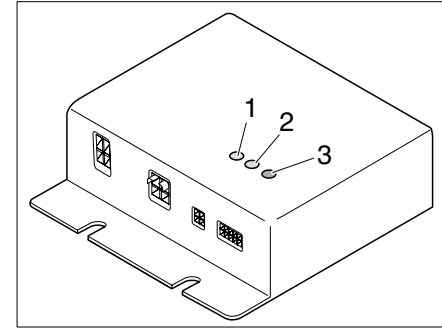

Bild 59 Regelgerät
Das Regelgerät (Bild 59) ist im Hochschrank eingebaut. Die Kontroll-Leuchten auf dem Regelgerät haben folgende Bedeutung:
- Kontroll-LED (Bild 59,1) HK1 leuchtet grün: Heizkreis 1 ist in Betrieb
- Kontroll-LED (Bild 59,2) HK2 leuchtet grün: Heizkreis 2 ist in Betrieb
- Fehler-LED (Bild 59,3)